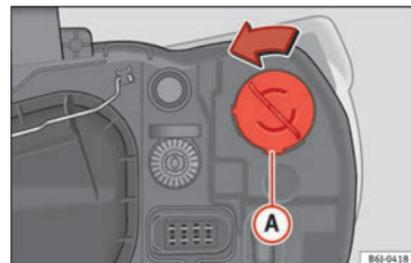

Fig. 175 Luz intermitente del faro simple.
- Gire el portalámparas »» fig. 175 Ⓐ hacia la izquierda y tire.